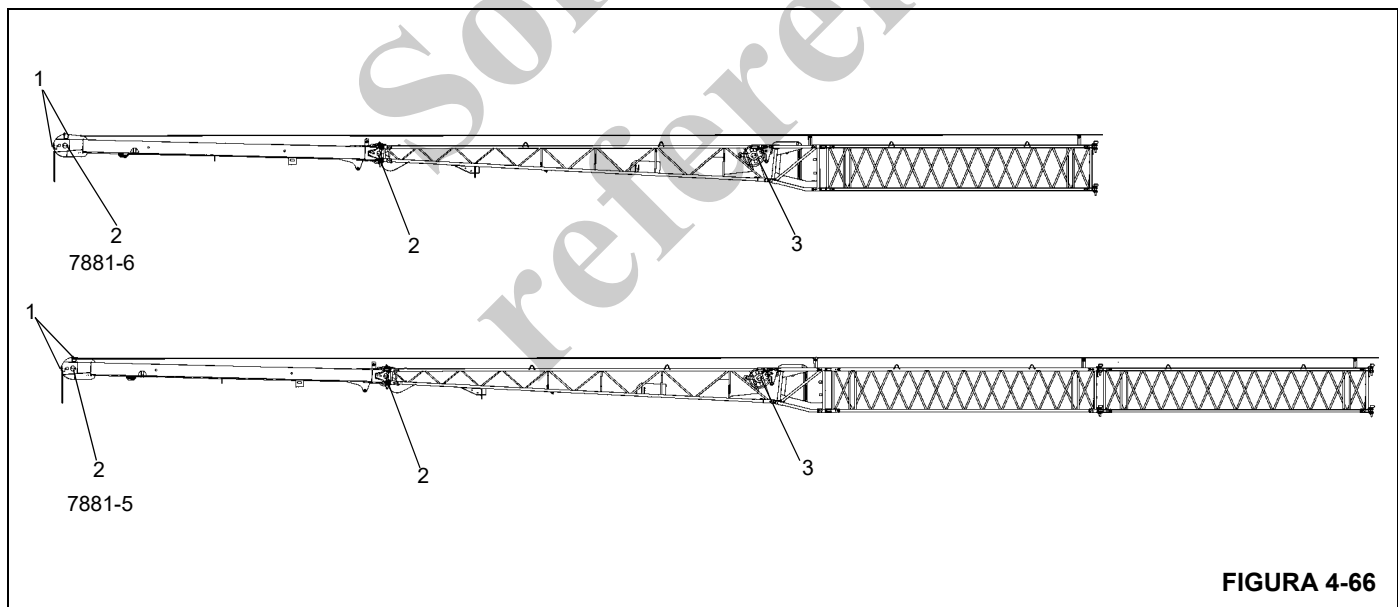

FIGURA 4-66
1. Retire las varillas y los rodillos sujetadores de cable de elevación (1) (Figura 4-66).
2. Guíe el cable de elevación por la polea deflectora (3), si se utiliza, y por la polea de cabeza (2) en la sección de 33 pies (10.1 m) o en la sección de 23 pies (7 m). Vuelva a colocar en su lugar todas las varillas y rodillos que sostienen el cable de elevación y fíjelos con pasadores de retención.
2. Retire las varillas y los rodillos sujetadores de cable de elevación (1) (Figura 4-66).
3. Saque el cable de elevación de la polea de cabeza (2) y de la polea deflectora (3), si se usa, y colóquelo sobre el suelo, en el lado izquierdo.